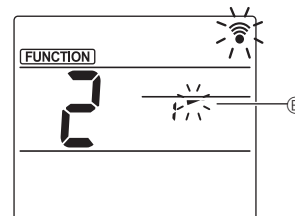

Fig. 3
③ Настройка угла дефлектора (Fig. 3)